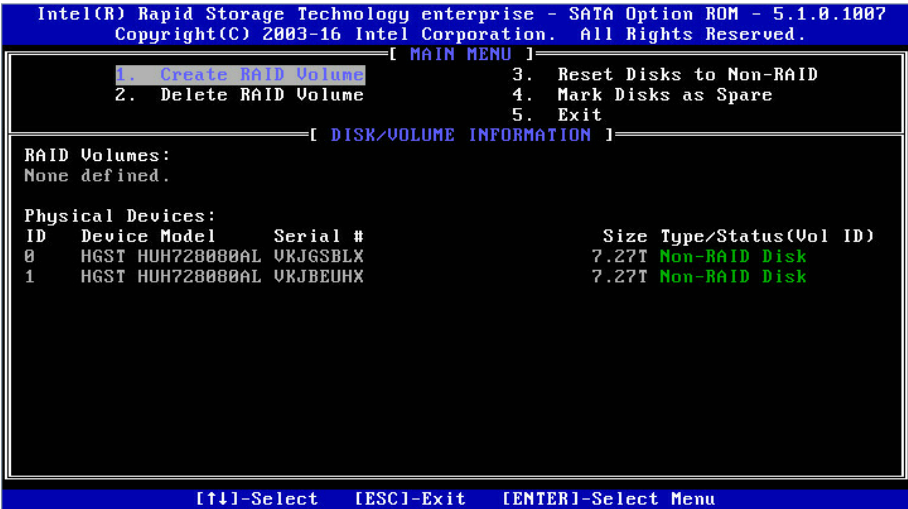

图 8.35
2.1 进入 SATA RAID 配置界面，如图 8.35 所示，将会显示菜单列表信息，SATA 控制器所连接的硬盘信息(硬盘 ID 号，硬盘型号，硬盘容量以及硬盘是否是卷成员等)，已经存在的 RAID 卷信息 (包含卷 ID 号，名称，RAID 级别，容量，状态，是否可引导信息)，具体按键操作如表 8.26 所示，SATA RAID 配置界面有可执行的 5 个菜单，如表 8.27 所示。